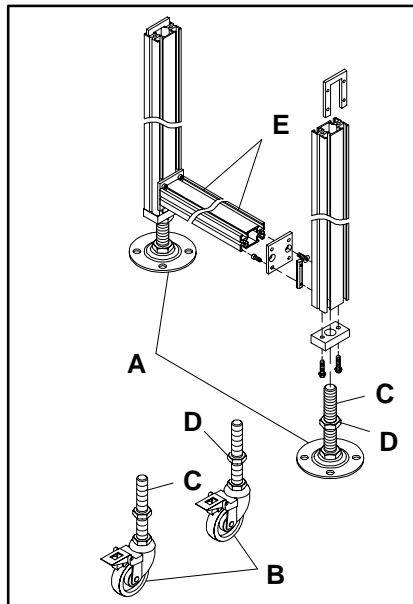

Abbildung 1:
Aluminiumstützen (Abbildung 1)
Aluminiumstützen sind erhältlich für dauerhafte Bodenmontage (A von Abbildung 1) mit einem Durchmesser von 102 mm (B). Die Vorrichtung für die Bodenmontage und die Laufrollen verfügen über Gewindestange, die einen Einstellbereich von ± 51 mm ermöglichen. Drehen Sie die Gewindestange (C) herein oder heraus, um die gewünschte Höhe zu erzielen, und fixieren Sie diese Position anschließend, indem Sie die Sicherungsmutter (D) festziehen. Durch die zweifache Feststellung der Laufrollen wird verhindert, daß sich die Rollen drehen und wegrollen können. Die Feststellung und Freigabe der Laufrollen erfolgt durch Druck mit dem Fuß.